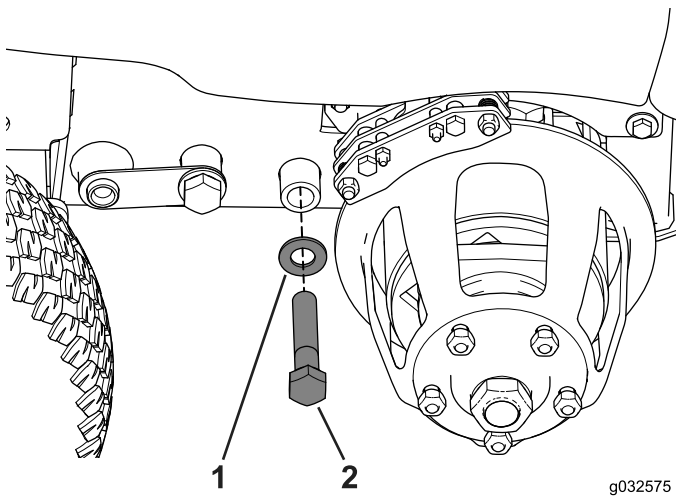

Bild 77
4. Setzen Sie die Schraube ($\frac{3}{4}$ " x 4") so ein, wie in Bild 77 abgebildet.